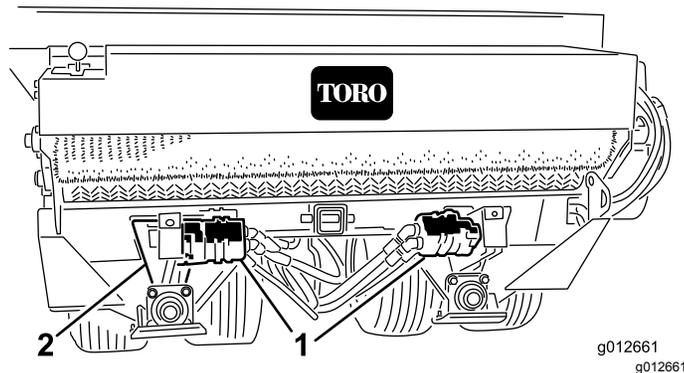

图16
2. 卸下将液压马达/泵固定到轴托架的托架螺栓和螺母 图16。
3. 旋转马达链轮总成 图16 直至车轮传动链偏转 3.2mm。